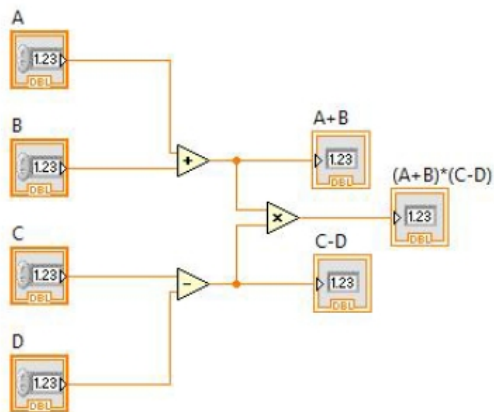

Рис. 4.
9. На цьому монтаж блок-діаграми (структурної схеми) закінчений. На даний момент структурна схема приладу повинна виглядати, так як показано на рис. 4.